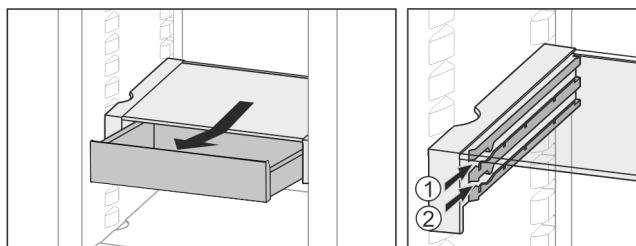

Fig. 27
- ▶ Na dowolnej wysokości Fig. 27 (1) lub Fig. 27 (2) wsuwać.